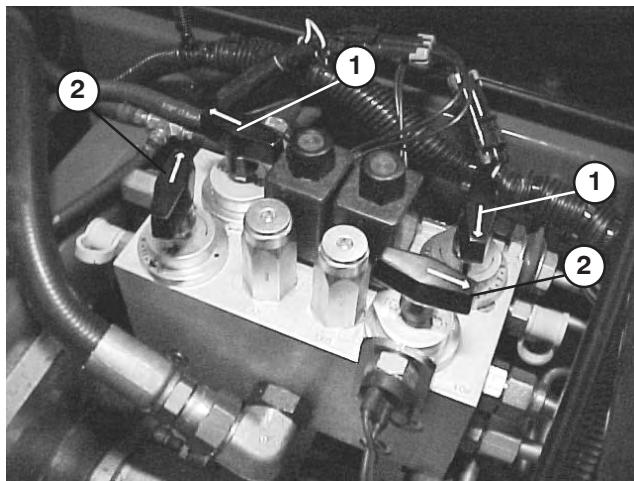

Bild 28
- Drehen Sie zum Einstellen der Spindeldrehzahl die Handräder (Bild 28), bis die Zeiger auf die Nummern zeigen, die der gewünschten Einstellung entsprechen.